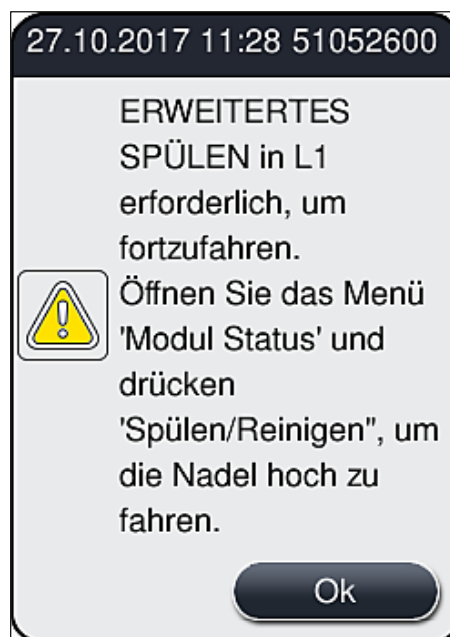

Abb. 99
2. Die folgende Meldung (→ Abb. 99) beachten und mit der Taste **Ok** bestätigen.